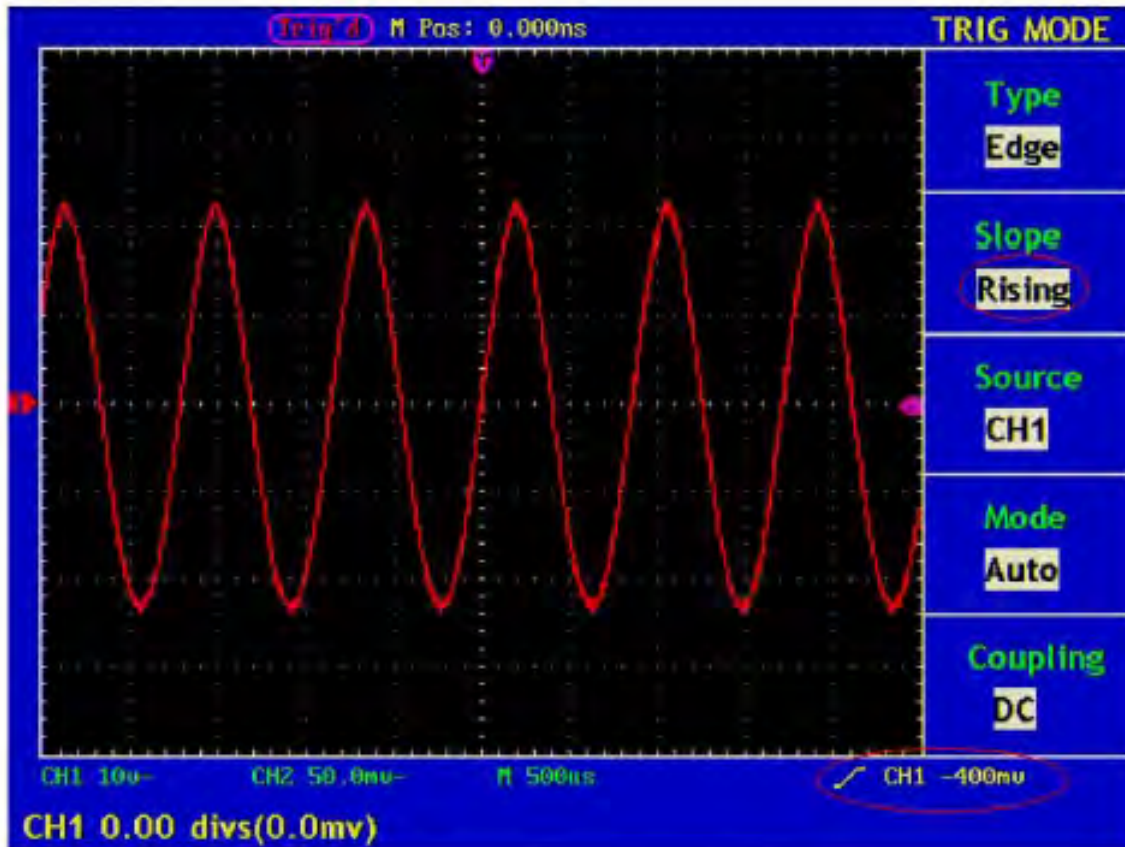

Abb. 28 Wellenform-Anstiegsflanke getriggert
6. Drücken Sie die Menüauswahl taste **F5** und wählen Sie AC bei Coupling. Die Anzeige auf dem Bildschirm ist wie in Abb. 28 gezeigt.